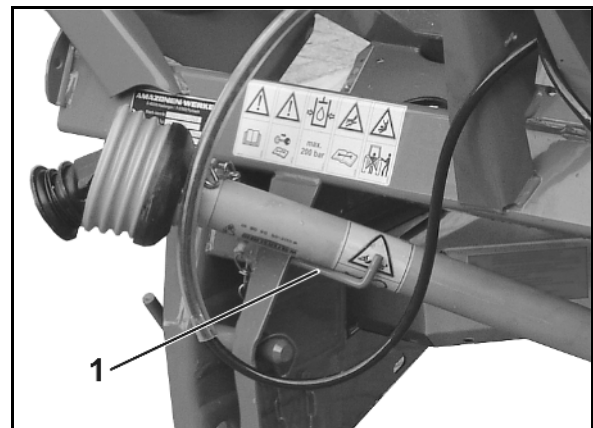

Fig. 36
5. Legen Sie die Gelenkwelle in die vorgesehene Halterung (Fig. 36/1) ab.